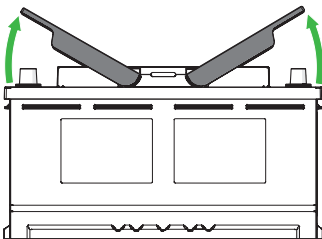

Abbildung 9. Heben Sie die Griffe um 30° an.
- a) Heben Sie die Griffe um 30° an. (Abbildung 9)